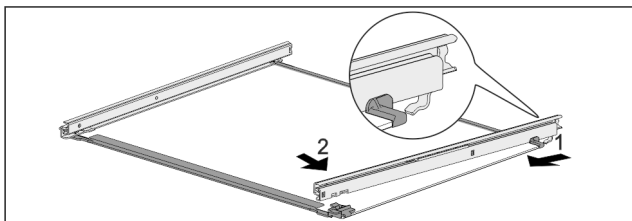

Fig. 121 Стъклена плоча с релси
- ▶ Закачете релсата отзад. Fig. 121 (1)
- ▶ Фиксирайте релсата отпред. Fig. 121 (2)